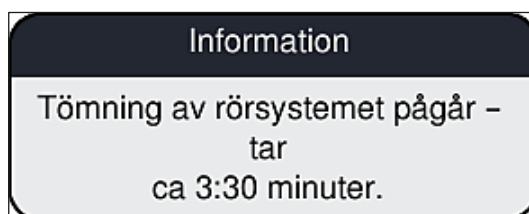

Bild 106
6. På skärmen visas ett informationsmeddelande (→ Bild 106) som meddelar användaren om tidsåtgången. Meddelandet försvinner så snart luftpumpningen har avslutats.